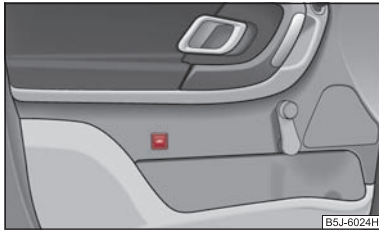

Abb. 31 Taste der Innenraumüberwachung
- Drücken Sie die Taste  an der Fahrertür ⇒ Abb. 31.